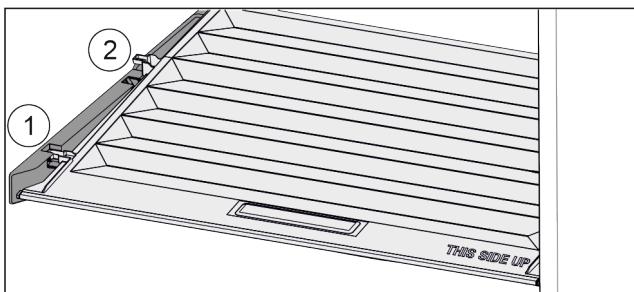

Fig. 32
- ▶ Veko potiahnite dopredu až k otvoru v prídržných dieloch Fig. 32 (1).
- ▶ Vzadu ho nadvihnite zospodu a zložte smerom nahor Fig. 32 (2).